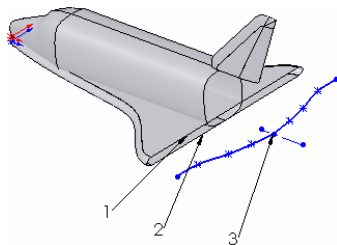

图 8-70 设置视图方向后的图形
④ 设置视图方向。单击“视图”工具栏中的“旋转视图”图标, 将视图以合适的方向显示，结果如图 8-70 所示。
⑤ 放样曲面。单击“曲面”工具栏中的“放样曲面”图标按钮, 此时系统弹出如图 8-71 所示的“曲面-放样”属性管理器。在“轮廓”一栏中，用鼠标依次选择图 8-70 中的边线 1 和草图 3。单击属性管理器中的“确定”图标按钮, 生成放样曲面，结果如图 8-72 所示。
⑥ 放样曲面。重复步骤⑤，将图 8-70 中的草图 3 和边线 2 进行曲面放样，结果如图 8-73 所示。